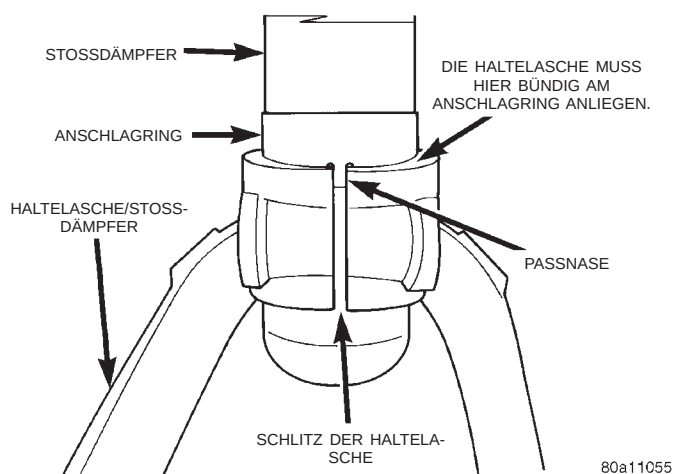

Abb. 9 Haltelasche korrekt am Stoßdämpfer montiert
(2) Haltelasche am Stoßdämpfer montieren. Dazu die Haltelasche mit einem Messingdurchschlag auf die Ölkammer des Stoßdämpfers treiben, bis sie bündig am Anschlagring anliegt (Abb. 9). Die Paßnase am Anschlagring muß im Schlitz der Haltelasche sitzen. (Abb. 9)